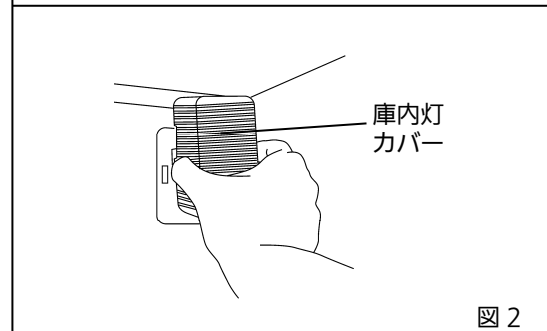

図 2
3. 庫内灯カバーの両側をつかみ、たわませながら少し持ち上げて手前に引いてください。庫内灯カバーが外れます [図 2]。